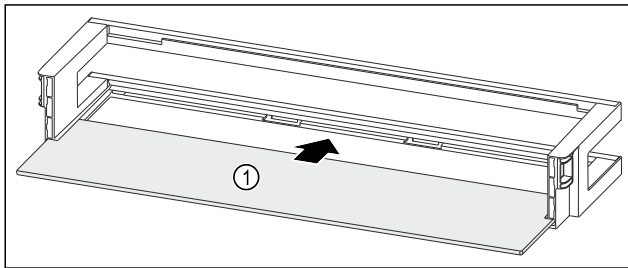

Fig. 119 Estantes en la contrapuerta con estante
- ▶ Introduzca el estante Fig. 119 (1) en los huecos laterales.